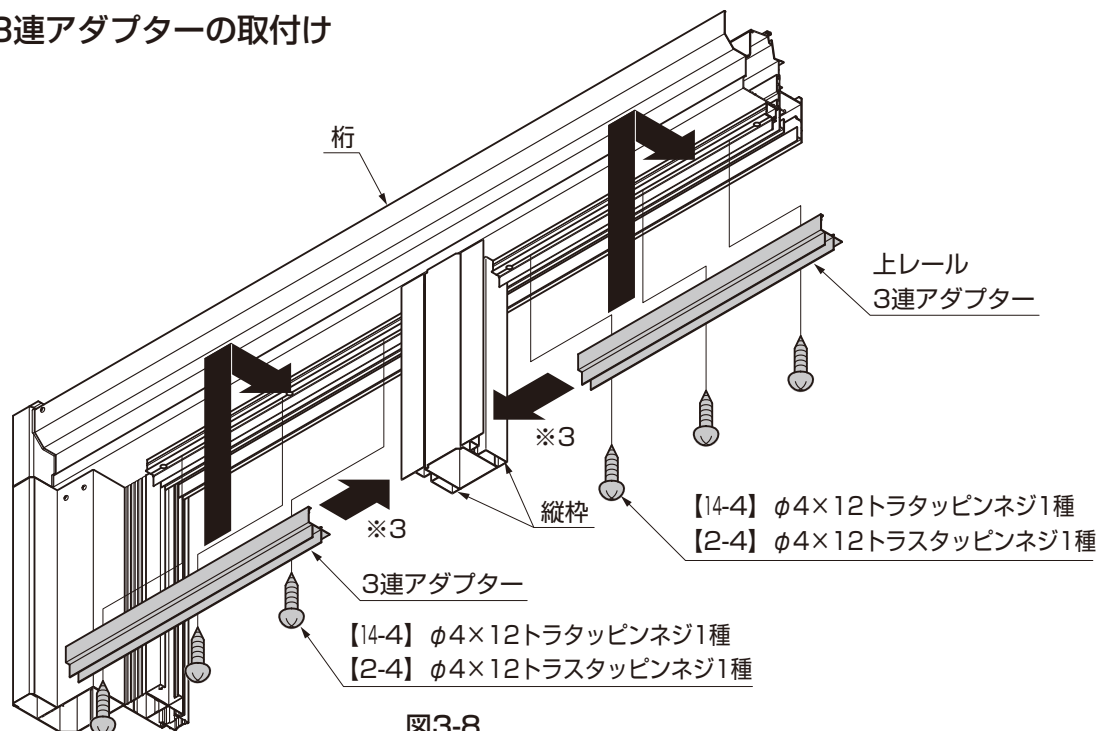

図3-8
- 縦枠部の「のみ込み部」をさけるようにしてはめ込み、取付けた縦枠側にスライドしながら位置決めしてください。(※3) (図3-8参照)